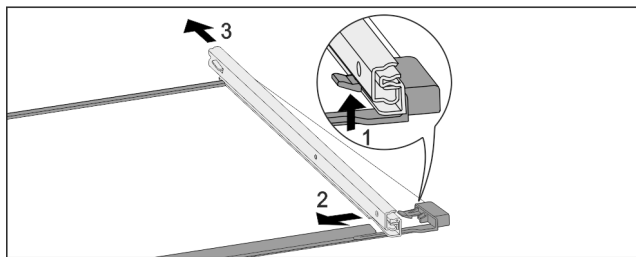

Fig. 65 Skleněná deska s kolejničkami
- ▶ Přední aretační háček zatlačte nahoru. Fig. 65 (1)
- ▶ Výsuvnou kolejničku vysuňte stranou Fig. 65 (2) a dozadu Fig. 65 (3).